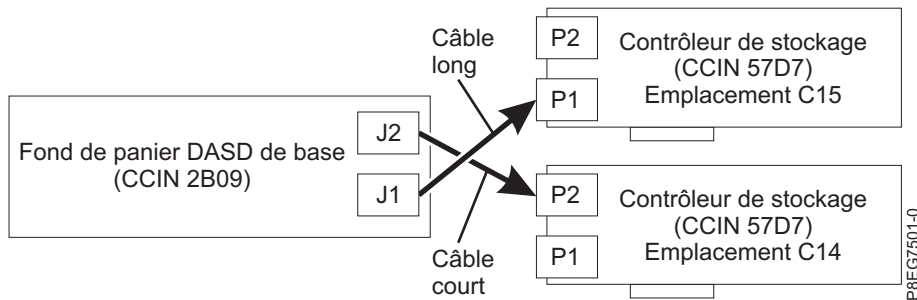

Figure 17. Reconnexion du câble SAS dans une configuration de disque partagé
- Si vous disposez de deux cartes PCIe3 x8 SAS RAID internes (CCIN 57D7, dispositif de disque partagé), le câble SAS court relie le connecteur de fond de panier d'unité de disque supérieur (J2) au connecteur P2 de la carte dans l'emplacement P1-C14. Le câble SAS long relie le connecteur de fond de panier d'unité de disque inférieur (J1) au connecteur P1 sur la carte dans l'emplacement P1-C15. Pour plus d'informations, voir figure 17, à la page 18.